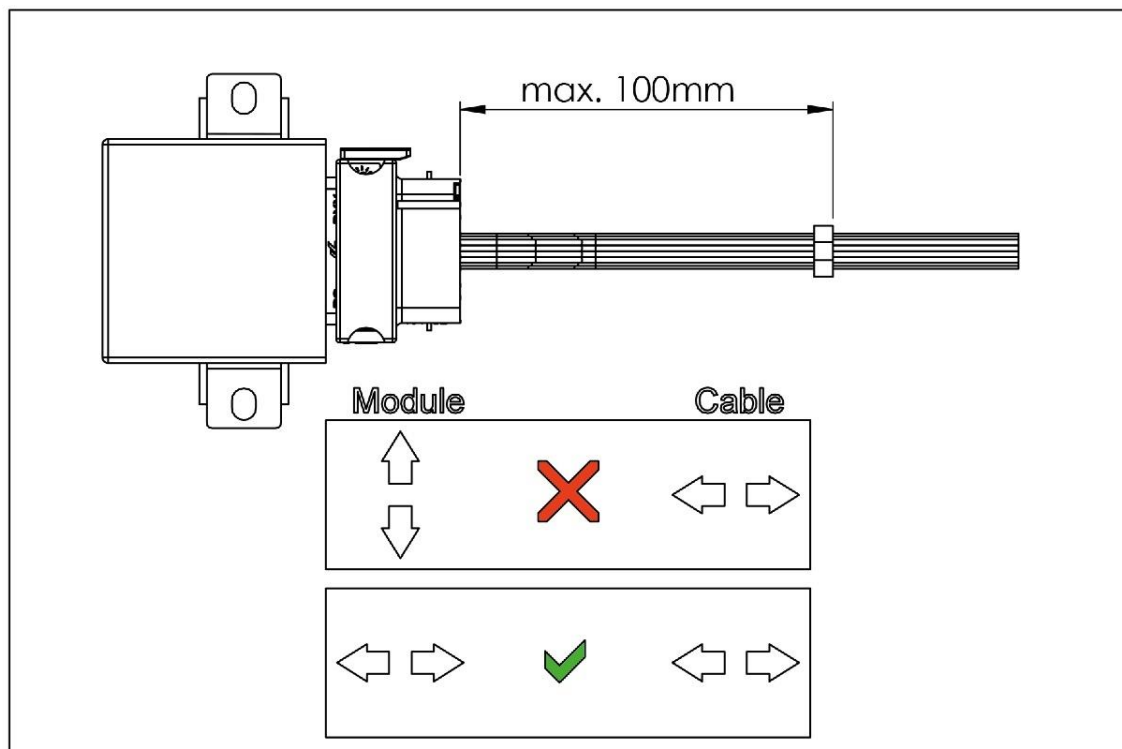
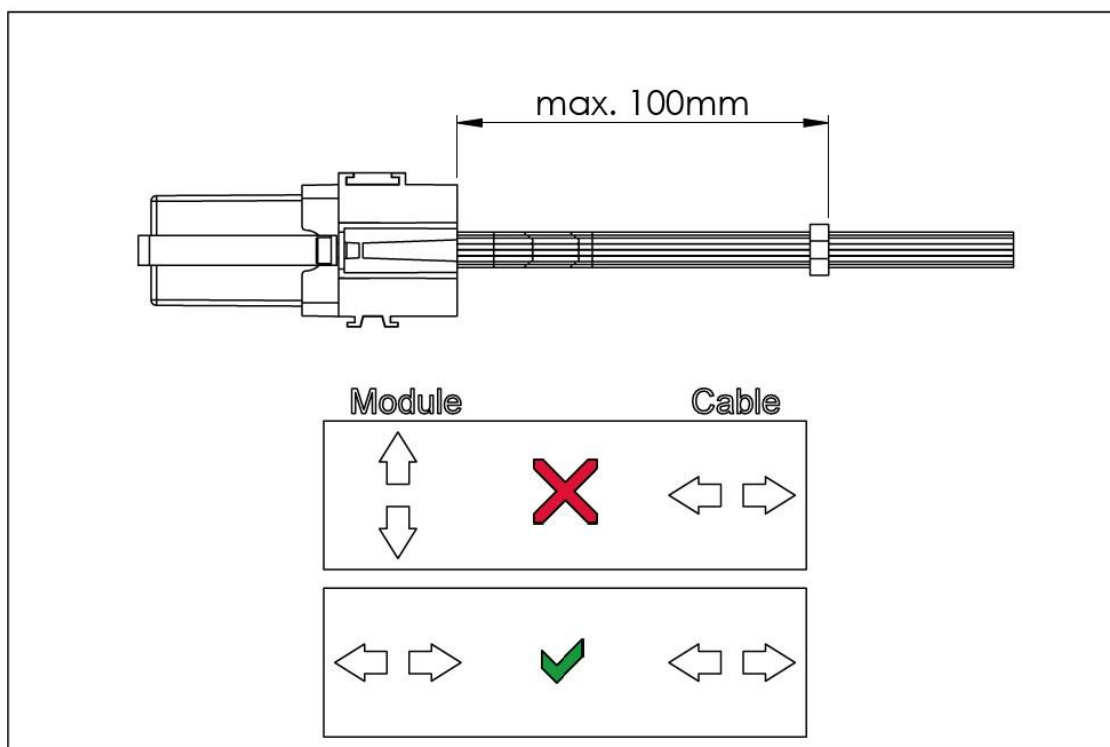

Abbildung 1: Zugentlastung des Kabelbaums (exemplarisch). 100 mm (max.) müssen eingehalten werden, Gateway kann variieren.
Abbildung 2: Zugentlastung des Kabelbaums (exemplarisch). 100 mm (max.) müssen eingehalten werden, Gateway kann variieren.
- Die Kabelführung muss so gewählt werden, dass sich der Kabelbaum ausschließlich identisch zur Bewegungsrichtung der Steuerung/des Steckers bewegt. (Befestigung Steuerung/Kabel/Zugentlastung auf demselben Untergrund). Eine Zugentlastung ist zwingend notwendig (siehe Abbildung 1 und Abbildung 2).